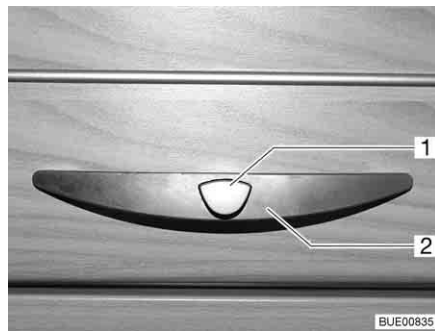
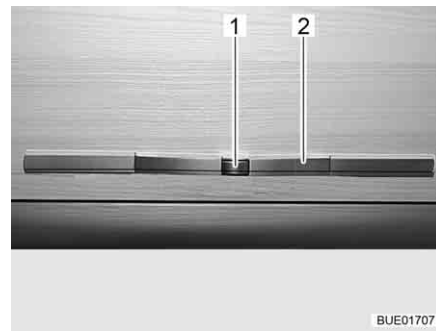

Fig. 52 Abattant de placard avec poignée (exemple)
Fig. 53 Abattant de placard avec poignée (alternative)
- Appuyer sur le bouton de déverrouillage (Fig. 52,1 ou Fig. 53,1) de la poignée (Fig. 52,2 ou Fig. 53,2) et le maintenir enfoncé.